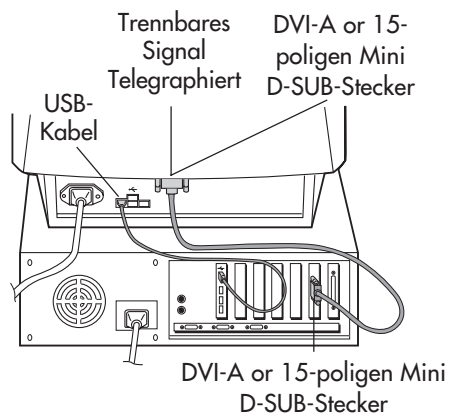

Abbildung A.1
3. Für PC mit Analogausgang: Den 15-Stift Mini-D-SUB zum DVI-Signalkabel an die Buchse der Displaykarte in Ihrem System anschließen (**Abbildung A.1**).